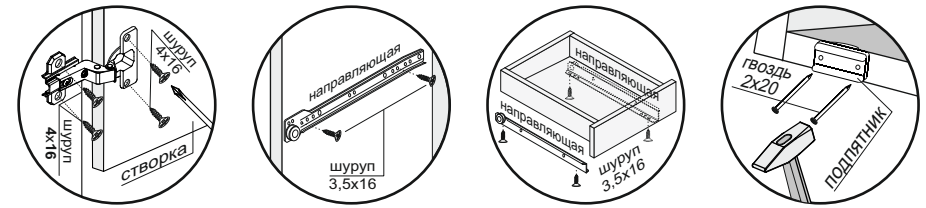

Рис.1
3. К поперечинам (2) прикрутить направляющие шурупами 3,5х16 по наметкам (рис.1).
4. Соединить боковины (1), поперечины (2), стяжки (4,5) и цоколи (11) еврошурупами (рис.1).
5. Вставить шканты в поперечины (2). Затем к собранной части изделия монтировать крышу (3), используя эксцентрики (рис.1).
7. Установить короб комода на постоянное место. Навесить створки (12), используя петли и шурупы 4х16 (рис.1). Отрегулировать петли.
8. Выбрать расположение створок (12,13) (справа или слева от выдвигаемых ящиков) и **аккуратно** досверлить с нужной стороны отверстия под ручку  $\varnothing 5$  мм. Прикрутить ручки к створкам (12) шурупами 4х25 (рис.1).